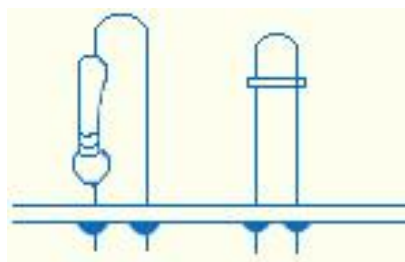

图 3-19 立式焊接
4. 元件可采用立式焊接（如图 3-19）。发光二极管引脚要留得长一些，其它元件可只留 5mm 左右。焊接时，应用尖咀钳或镊子夹住元件引脚根部以利散热。